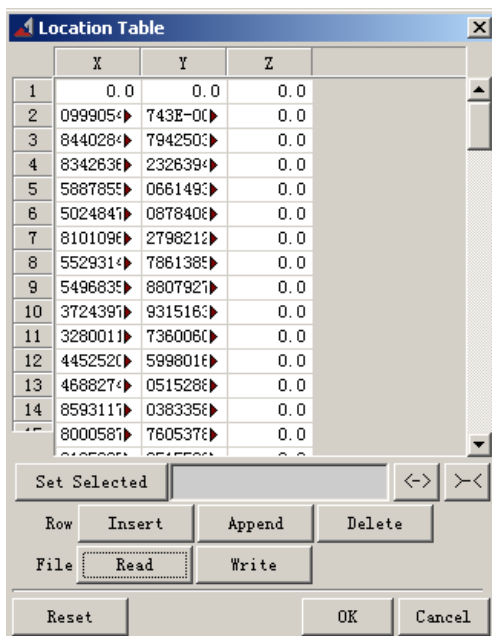
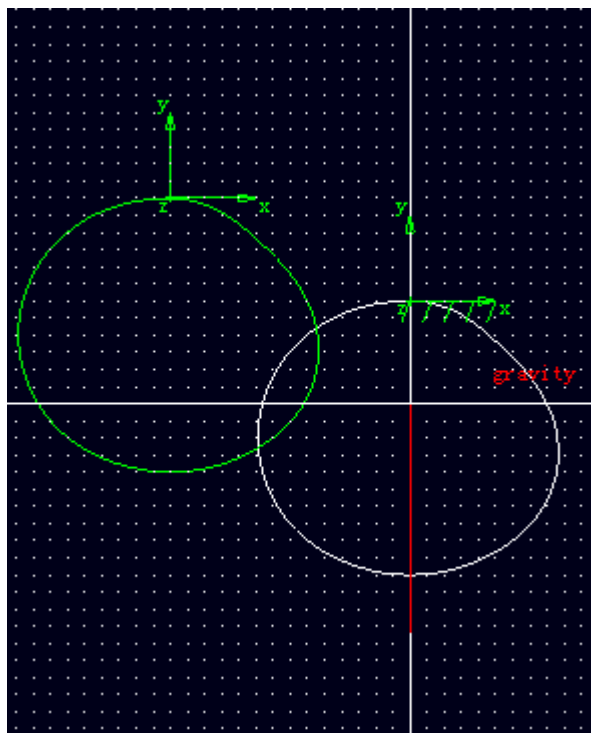

图 4-10 倒入新的 X、Y、Z 坐标值
图 4-11 采用新的坐标值后的样条曲线
4.7 在 **Location Table** 对话框中，点击“Read”按钮，打开上面保存的“tuluen.dat”文件。则 **Location Table** 对话框中的 X、Y、Z 坐标值产生了变化，如图 4-10 所示。然后点击“OK”按钮两次，分别退出 **Location Table** 对话框和 **Modify Geometric Spline** 对话框。则在步骤 4.5 中所画的样条曲线（绿色的）变成了与轨迹曲线（**BSpline: G CURVE\_3**）（白色的）一模一样的曲线。如图 4-11 所示。